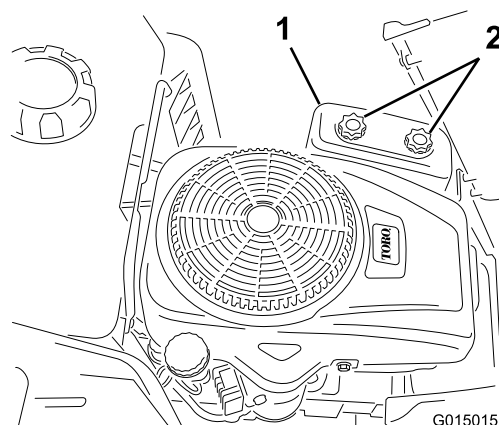

Figure 29
- Déposez le couvercle du filtre à air en desserrant les 2 boutons (Figure 29).
3. Reposez le couvercle du filtre à air et serrez les deux boutons (Figure 29).